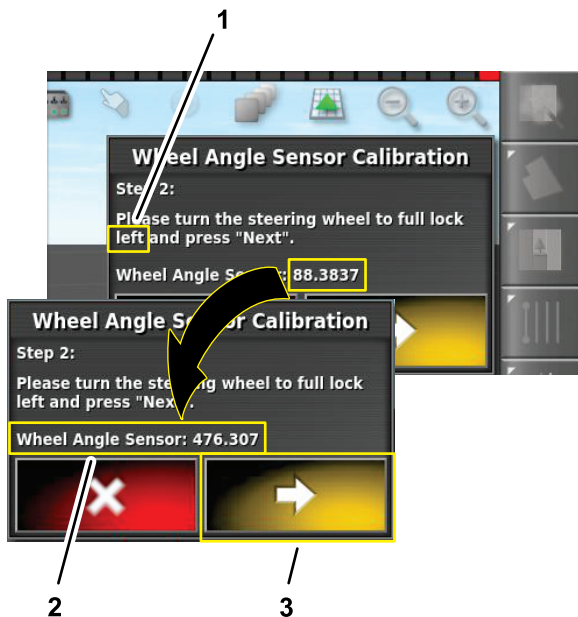

Figura 163
6. En el paso 2, gire el volante a la izquierda a tope, pare y pulse el icono Paso siguiente (Figura 163).